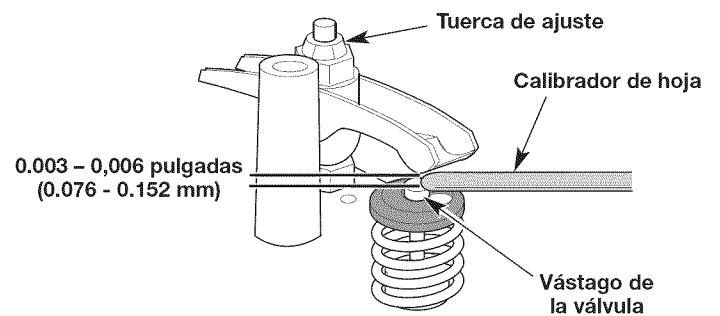

Fig. 27
8. Use un calibrador de hoja para medir la holgura entre uno de los vástagos de las válvulas y su balancín correspondiente (Fig. 27). Repite este proceso para el otro vástago de la válvula y el balancín. La holgura recomendada es de **0.003 pulgadas a 0.006 pulgadas (de 0.076 mm a 0.152 mm)**. Use un calibrador de hoja automotriz estándar de **0.005 pulgadas (0.127 mm)**. El calibrador de hoja debe deslizarse entre el balancín y el vástago de la válvula con una ligera resistencia, sin doblarse (Fig. 27).
- a. Gire la tuerca de ajuste utilizando una llave de 5/16 de pulgada (8 mm) o un impulsor de tuercas (Fig. 27).